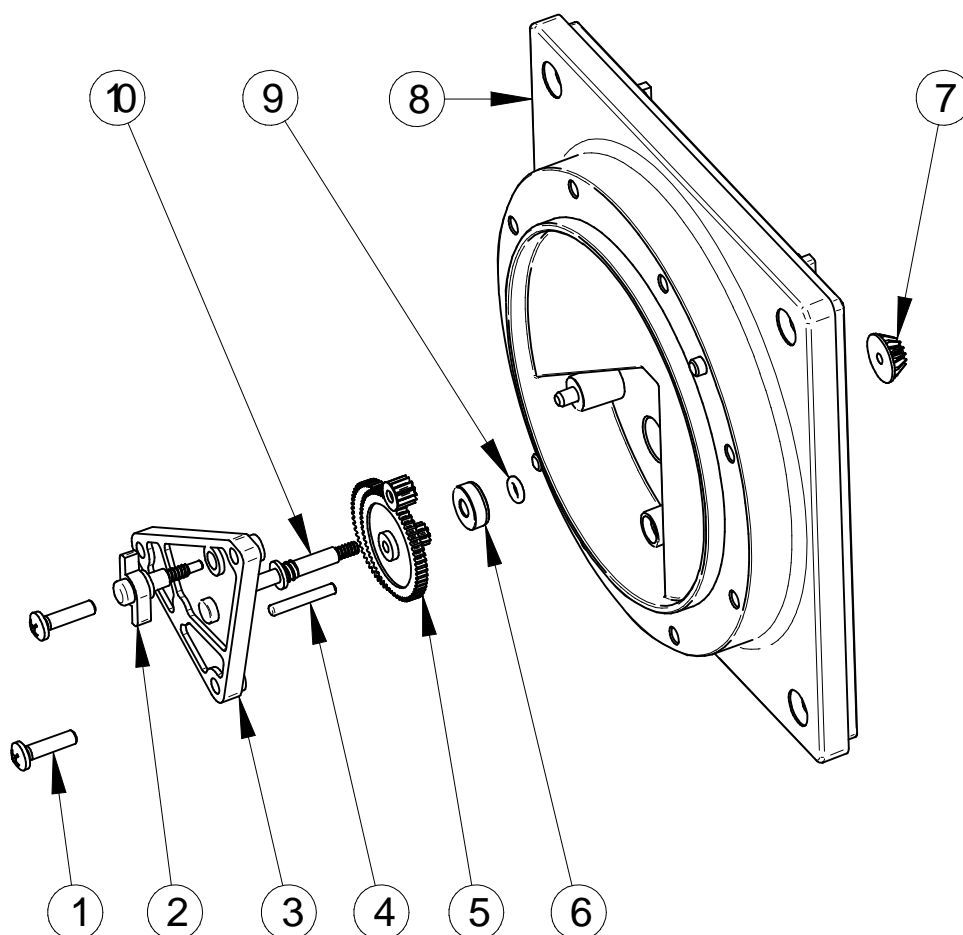

Fig. 11-2: Desenho de explosão da parte inferior da carcaça com engrenagem
- Ao colocar a parte superior da carcaça preste atenção a que a agulha do disco oscilante se encontre em posição livre, para poder accionar a roda de pás (ver fig. 11-2, nr. 2).
- Solte os 2 parafusos (ver fig. 11-2, nr. 1) na parte traseira da parte superior da carcaça.
Quadro 11-2: Legenda para fig. 11-2